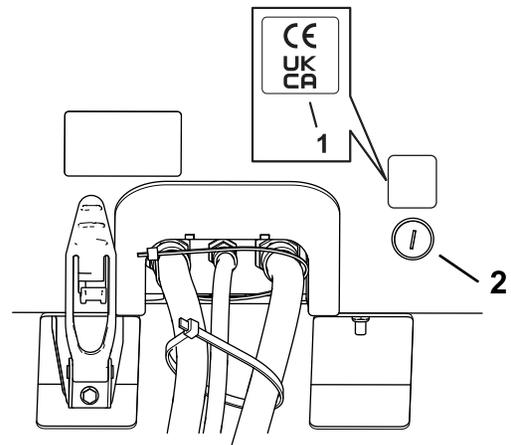

図 6
1. 消毒用アルコールときれいなウェスで、フードロックを取り付けた場所の隣の部分をきれいにぬぐって表面を乾燥させる 図 6。